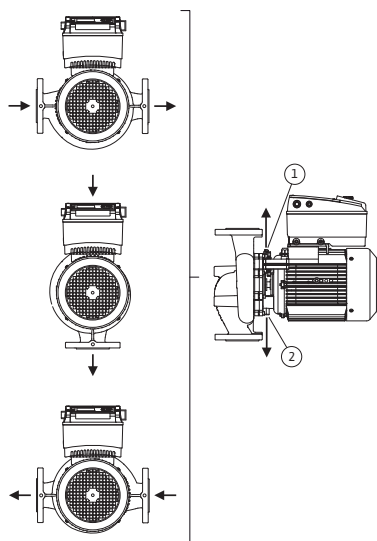

Fig. 18: posiciones de montaje admisibles con el eje del motor horizontal
Las posiciones de montaje admisibles con el eje del motor horizontal y el módulo electrónico hacia arriba ( $0^\circ$ ) se representan en la fig. 18. No están representadas las posiciones de montaje admisibles con el módulo electrónico montado lateralmente ( $\pm 90^\circ$ ). Es admisible cualquier posición de montaje, excepto "módulo electrónico hacia abajo ( $-180^\circ$ )". La purga de la bomba solo se garantiza si la válvula de ventilación se orienta hacia arriba (fig. 18, pos. 1). Solo en esta posición ( $0^\circ$ ), el condensado de la linterna y el motor (fig. 18, pos. 2) puede evacuarse directamente a través del orificio existente.
- Con el eje del motor en horizontal, el orificio de condensación debe estar hacia abajo (fig. 18, pos. 2). Si no es así, gire el motor convenientemente.